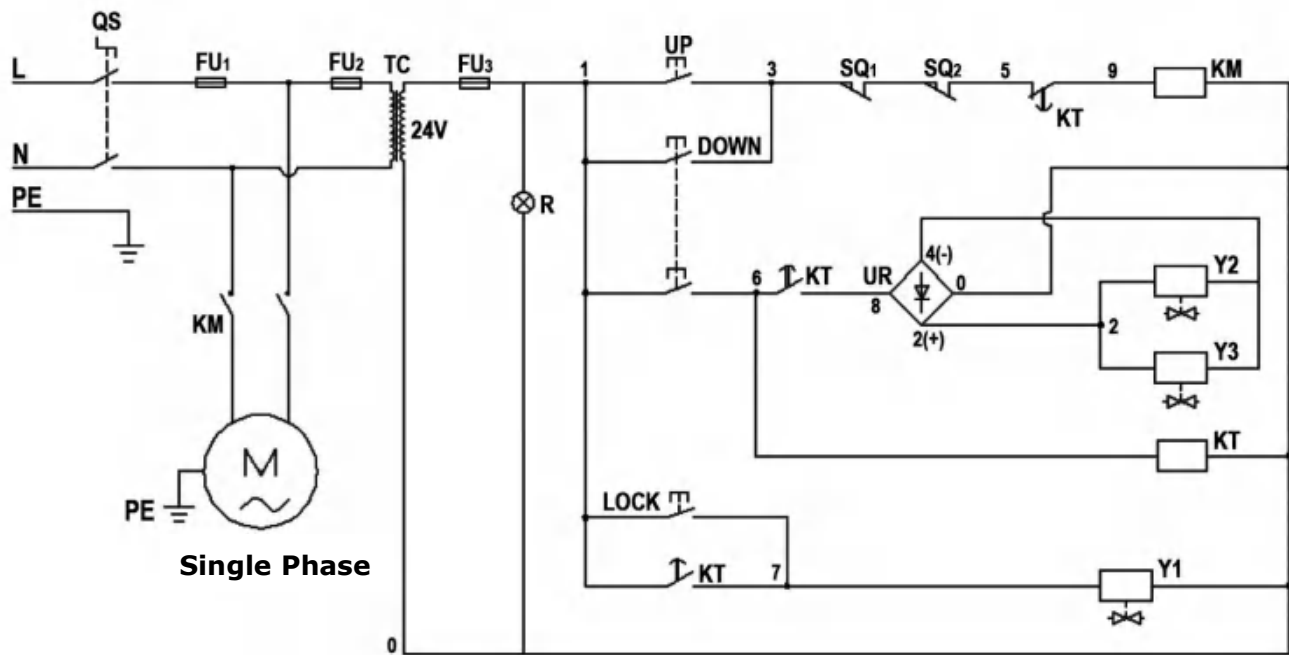

Fig. 36
3.3. 220V Circuit diagram (See Fig. 36).